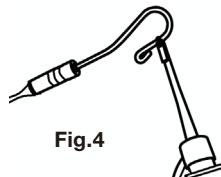

Fig.4
- (4) Haz que el gancho labial toque la sección doblada del clip de la lima (Fig.4), la pantalla mostrará "OVER", (como se muestra en la Fig. 5 c), de otra manera, significa que el clip de la lima o el cable de medición es dañado, y debe ser reemplazado.